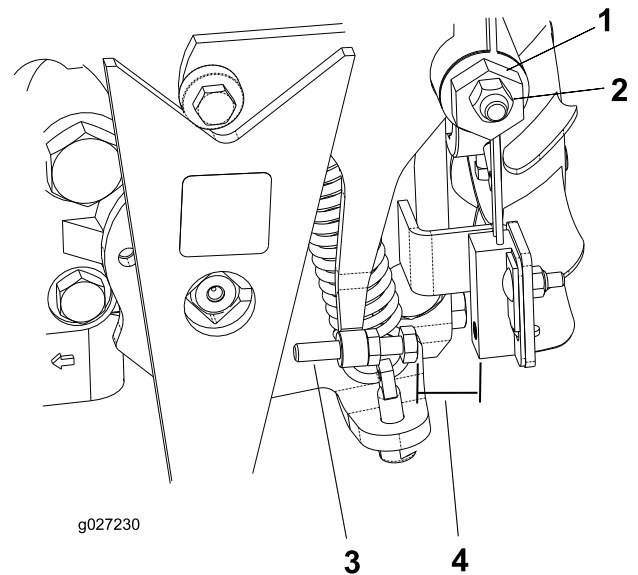

Рисунок 34
4. Ослабьте контргайку на кулачке регулировки тяги (Рисунок 34).
5. Запустите двигатель и поверните шестигранник кулачка (Рисунок 34) в обоих направлениях, чтобы определить среднюю точку в центральном положении.
3. Регулируйте винт до тех пор, пока зазор не составит от 0,8 до 2,3 мм; см. Рисунок 34.